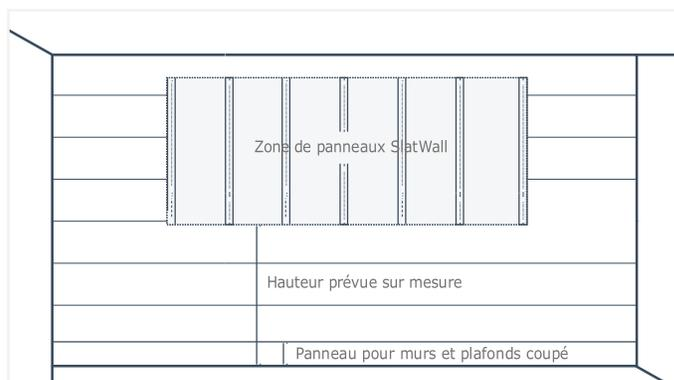

Fig. 23
- Si la distance souhaitée entre le plancher et le bas du premier panneau SlatWall n'est pas un multiple pair de 16 po, le panneau pour murs et plafonds le plus proche du plancher doit être coupé à une largeur appropriée pour obtenir la hauteur de panneau SlatWall souhaitée (Fig. 23). L'assemblage résultant entre le panneau SlatWall et le panneau pour murs et plafonds est illustré ci-dessous.